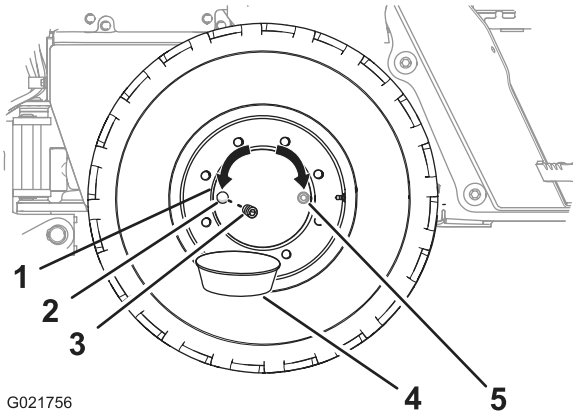

Figure 62
2. Faites avancer ou reculer la machine jusqu'à ce que le bouchon du moyeu de roue soit à la position 3 heures ou 9 heures (Figure 62).
4. Placez un bac de vidange sous l'orifice de vidange du moyeu de roue (Figure 62).
5. Retirez le bouchon du moyeu de roue (Figure 62).
6. Vérifiez que le niveau d'huile atteint le bas des filets de l'orifice d'huile (Figure 62).
8. Remettez le bouchon dans l'orifice d'huile du moyeu de roue (Figure 62).